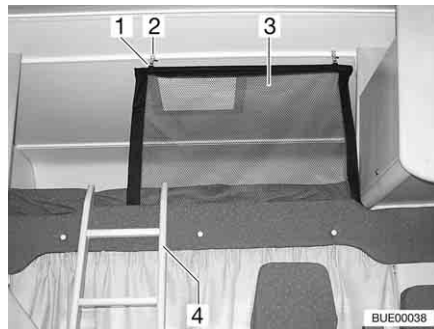
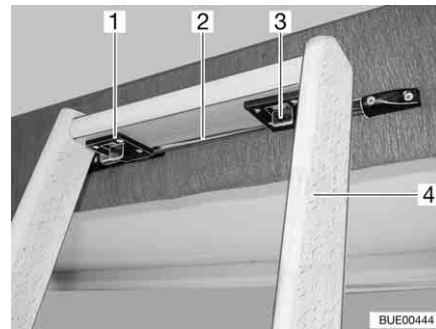

Fig. 82 Lit de capucine
Fig. 83 Echelle de montée, dispositif de verrouillage
**Echelle de montée** Toujours monter sur le lit de capucine avec l'échelle de montée (Fig. 82,4 et Fig. 83,4) de série.
- Accrocher l'échelle avec les deux crochets (Fig. 83,1) à la barre (Fig. 83,2) sur le bandeau du lit de capucine.
- Pousser les deux dispositifs de verrouillage (Fig. 83,3) vers l'avant.
**Filet de sécurité** Le filet de sécurité (Fig. 82,3) de série est rangé entre le matelas et le sommier à lattes. Ne tendre le filet de sécurité qu'une fois que les personnes se trouvent dans la capucine.
- Accrocher le support (Fig. 82,1) dans les œillets du plafond (Fig. 82,2).